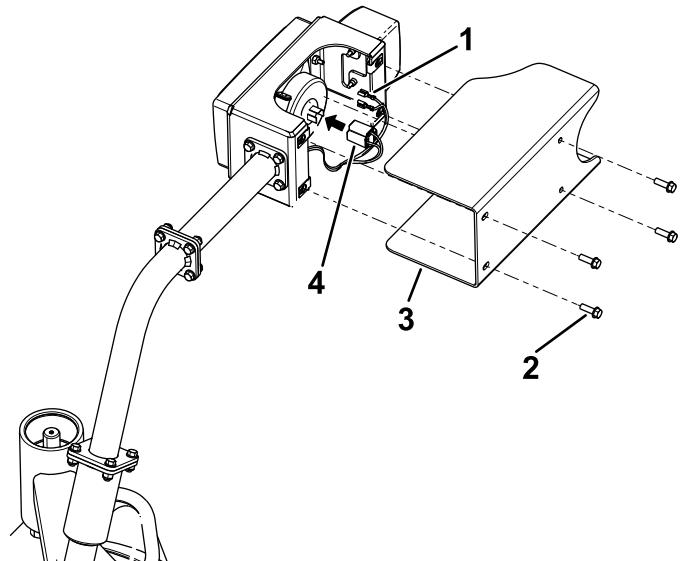

Figura 11
1. Retire los protectores de los faros (Figura 11).
- Instale los conectores eléctricos de las luces delanteras (Figura 11).
- Instale los protectores en los faros (Figura 11).